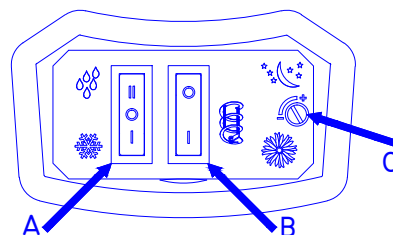

Fig. 5
2.4 Mandos del tanque (fig. 5)
B en posición  - **I** véase Fig. 5
Para ello coloque el conmutador A de modo de funcionamiento en Posición  - II (véase fig. 5)